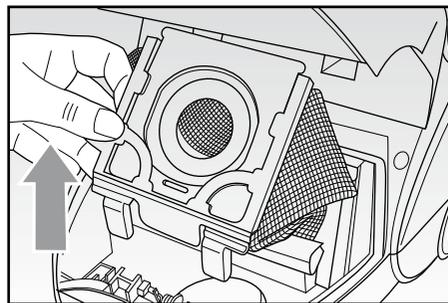

Fig. 8
- Rimuovere, estraendolo verso l'alto, il supporto del sacchetto per la polvere (Fig. 8). Estrarre il sacchetto, prestando attenzione a non strapparli, fare scivolare la parte di cartone rigida o in plastica nel caso di sacchetto in tessuto, nelle apposite guide. Gettarlo nel bidone della spazzatura nel caso di sacchetto in carta, oppure svuotarlo ed eventualmente lavarlo con acqua e detergente neutro nel caso di sacchetto in tessuto.
- Rimuovere il sacchetto (Fig. 8).